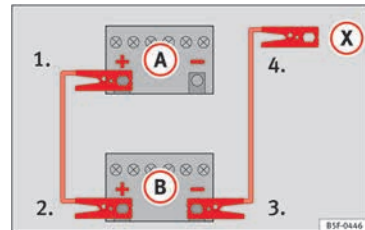

Abb. 76 Anschlussschema für Fahrzeuge ohne Start-Stopp-System.
» Abb. 76.
4. *Bei Fahrzeugen ohne Start-Stopp-System:* ein Ende des *schwarzen* Starthilfekabels an den Massepunkt **(-)** des Strom gebenden Fahrzeugs **(B)** **» Abb. 76** anklemmen.